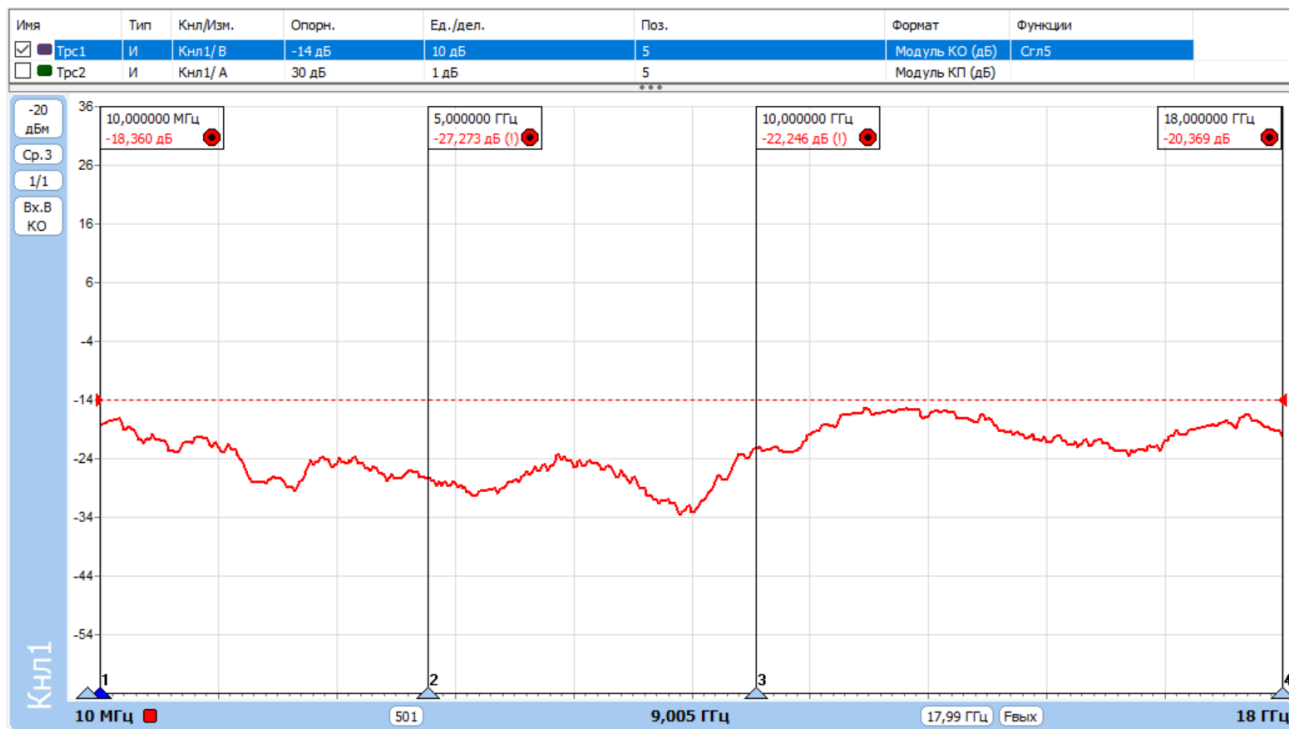

Рисунок 29. Результаты измерений модуля КО.
15. Результаты измерений модуля коэффициента отражения от входа устройства, использованного в качестве примера, приведены на рис. 29.